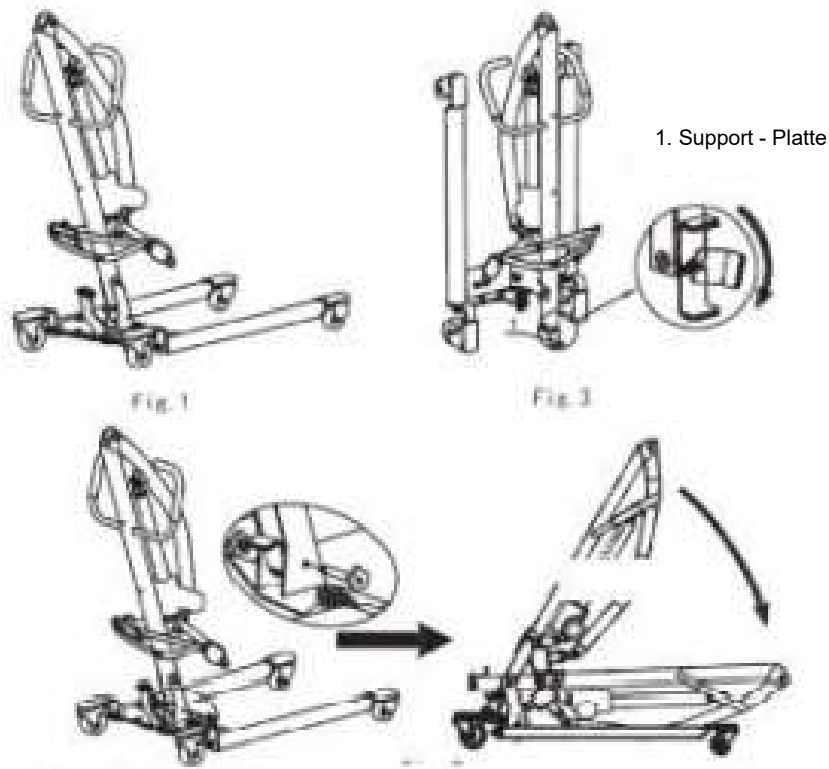

Abb. 14 Zusammenfallen der Hebesäule
- Das Schema zum Falten des Rahmens ist in Abb. 14 dargestellt